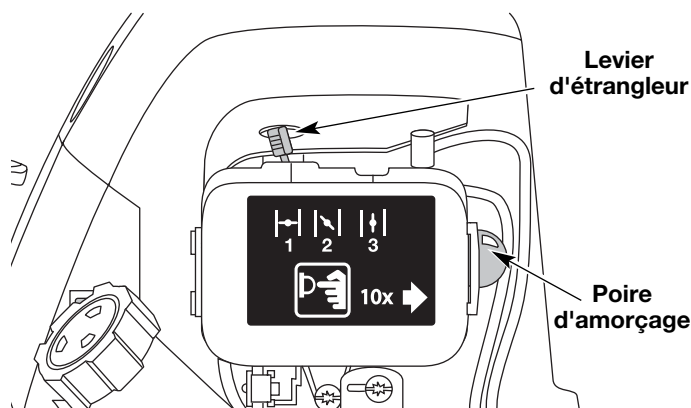

Fig. 7
4. Pressez et relâchez la poire d'amorçage à 10 reprises, lentement. Une certaine quantité de carburant devrait être visible dans la poire d'amorçage et les conduites de carburant (Fig. 7). Si vous n'apercevez pas de carburant dans la poire, pressez et relâchez la poire autant de fois que nécessaire jusqu'à ce que vous aperceviez du carburant dans cette dernière.
5. Mettez le levier d'étrangleur en **Position 1** (Fig. 7).